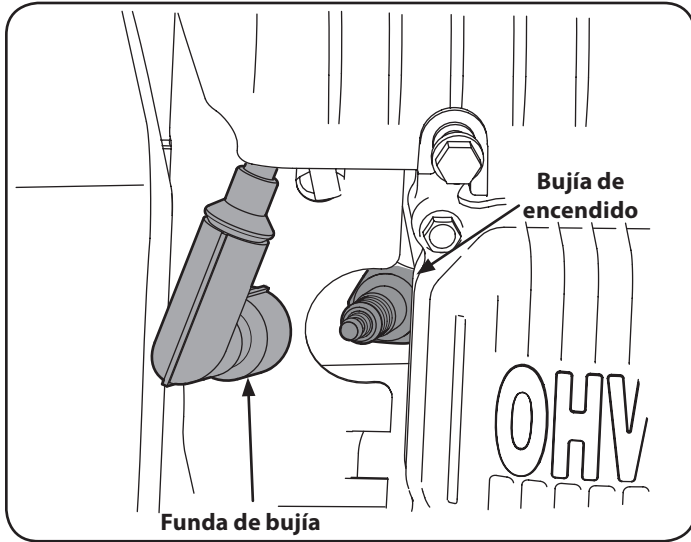

Figura 28
1. Retire la funda de bujía y utilice una llave para bujías para extraer la bujía. Vea la Figura 28.